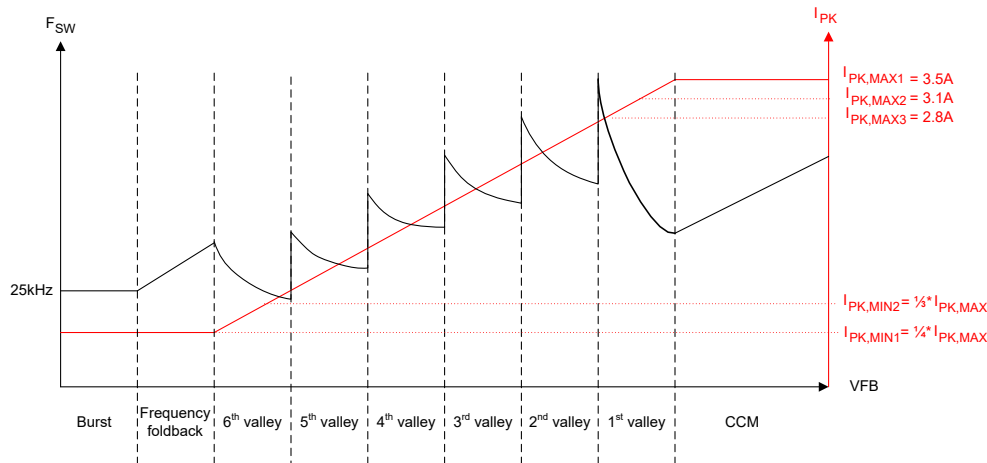

图 6-4. UCG28826 控制律
将反馈 (FB) 引脚连接到光耦合器的集电极，以进行次级侧调节。该引脚具有内部 60k Ω 上拉电阻器，用于光耦合器偏置。该引脚上的瞬时电压根据图 6-4 中的控制律决定开关频率、峰值电流和运行模式 (突发、折返、谷底开关或 CCM)，以提供所需的输出功率。在该引脚与接地端之间连接一个 100pF 或 220pF 电容器，用于滤除高频噪声。
因此，对于 UCG28826，初级 GaN HEMT 会在每个周期达到峰值电流阈值后关断，接着又在不连续模式 (DCM) 运行期间在磁化环的一个目标谷底处导通。瞬时初级峰值电流和目标谷底由反馈 (FB) 引脚电压根据图 6-4 的控制律确定。将 FB 引脚连接到光耦合器集电极。负反馈环路将 FB 引脚电压设置为所需值，以支持输出端的特定 V_{OUT} 和 P_{OUT} 。该器件可在以下四种运行模式之一下运行：突发模式、频率折返模式、谷底开关模式或连续导通模式，如下文所述。
在图 6-4 所示的控制律中，UCG28826 支持灵活选择最大峰值电流 $I_{PK,MAX}$ ，以优化额定负载下的开关频率以及变压器尺寸。对于每个 $I_{PK,MAX}$ 设置，可对最小峰值电流 $I_{PK,MIN}$ 使用 1/3 或 1/4 的调节率。当反激式转换器在频率折返或突发模式下运行时，该 $I_{PK,MIN}$ 值决定轻负载条件下的开关频率和损耗。对于所有 $I_{PK,MAX}$ 和 $I_{PK,MIN}$ 值，控制律峰值电流与反馈电压的斜率保持不变，如方程式 1 所示。表 6-5 展示了表 6-2 的不同峰值电流设置下不同模式之间和谷底之间转换的阈值电压。
UCG28826 根据设计可在谷底进行软开关和初级 FET 导通，从而减少开关损耗。该转换器在谷底开关模式下运行，但峰值负载瞬态期间除外，在此期间可以将控制转换为 CCM 模式（在使用 CDX 引脚时启用）。在谷底开关模式下，目标谷底和峰值电流阈值受图 6-4 和方程式 1 的控制律控制：
如图 6-4 所示，一旦随着输出功率的增大而达到第 1 个谷底 QR 运行边界，控制器就会将 I_{PK} 钳位至最大选定值 $I_{PK,MAX}$ ，并开始缩短 CCM 模式下的次级导通时间 T_{OFF} 。 T_{OFF} 的缩短与 FB 引脚电压的增加成正比，直到经过 QR 模式关断时间的 50% 达到 QR 模式输出功率输送能力的 1.5 倍。根据应用要求，需要注意使用一个足够大的初级磁化电感 L_M 来避免达到频率钳位，并避免任何可能增加输出电压纹波的次谐波振荡。对于持续时间较长的输出功率瞬态，转换器在 4ms CCM 计时器到期后返回到第 1 个谷底 QR 模式，并在 QR 模式下运行时，在 QR 模式和 CCM 模式的转换点继续提供尽可能大的输出功率。该器件可根据表 6-4 中的值，通过 CDX 引脚到 GND 之间的电阻器灵活地启用/禁用 CCM 模式运行。
导通后，反激式转换器从 0V 输出电压开始。这会导致反馈电压 FB 钳位至其最大值并触发过载保护。为防止这种情况发生，UCG28826 将以软启动模式启动。在此期间，内部 FB 电压斜坡在 4ms 内，以八个阶跃从 0V 增加到最大值。当 FB 引脚电压等于 $I_{PK,MAX}$ 设置的 80% 时，内部 FB 斜坡达到最大值，该值会随着 IPK 引脚上的不同电阻器设置而变化。在此期间，该内部斜坡电压和实际 FB 引脚电压中的较小者用于确定图 6-4 的控制律中的器件工作点。一旦内部 FB 斜坡电压达到最大值，就会将控制传输到 FB 引脚电压以进行输出调节。每次启动时或从故障（自动重试或锁存）和欠压条件恢复时，都会执行软启动序列。最小频率钳位仅在软启动期间更改为 10kHz（在正常运行期间，则为 25kHz）。这在启动时（此时谷底缺失）很有帮助，并且控制律会强制初级 GaN HEMT 从最后一个导通沿（如果谷底缺失）开始每 10 μ s 导通一次，以对输出电容器充电。